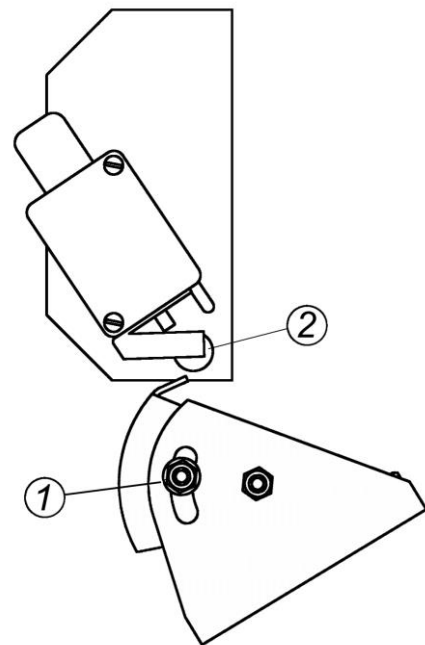
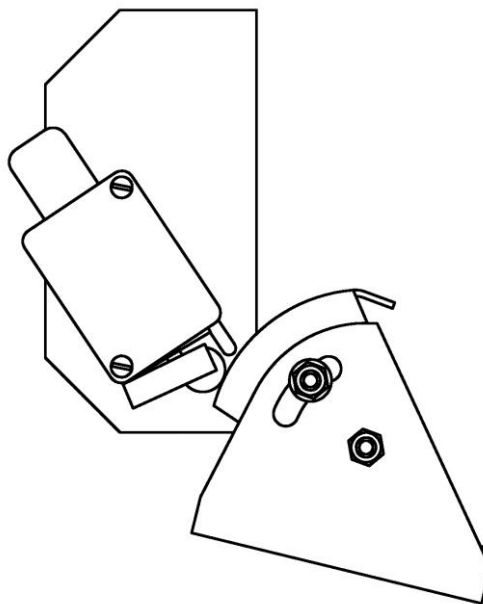

Рис. 6.4.11
Рис. 6.4.12
5. Заглубите сошники до максимальной рабочей глубины и убедитесь в том, что выключатель сжат и ролик касается поверхности наклонного выступа кулачка (рис.6.4.12). В рабочем положении при севе, когда рабочие органы находятся в земле, выключатель должен быть всегда сжат (рис.6.4.12).
ЭТО ВАЖНО: Конструкция концевого выключателя подразумевает две пары контактов при подключении электропровода к нему. Одна пара работает на замыкание контактов, другая на размыкание. При подключении электропроводов нужно использовать пару контактов, работающую на размыкание. То есть в рабочем положении посевного комплекса при севе (рис. 6.4.12) контакты концевого выключателя должны быть разомкнуты. В транспортном положении (рис. 6.4.11) контакты концевого выключателя замыкаются, отключается электромагнитная муфта привода и останавливается поступление семян из бункера.